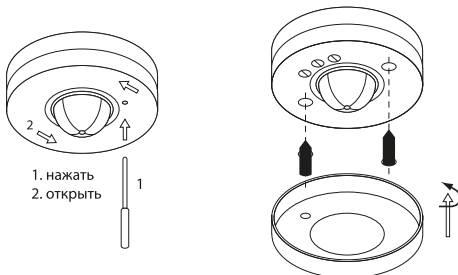

Рисунок 6. Схема монтажа датчиков ДДП-01, ДДП-02, ДДП-03, ДДП-04, ДДП-05
- снять крышку датчика, повернув ее против часовой стрелки – рисунок 6 (для ДДП-04: снять крышку вверх, приложить небольшое усилие);
- прикрепить датчик к монтажной поверхности (потолку) при помощи двух дюбелей и саморезов (рисунок 6);